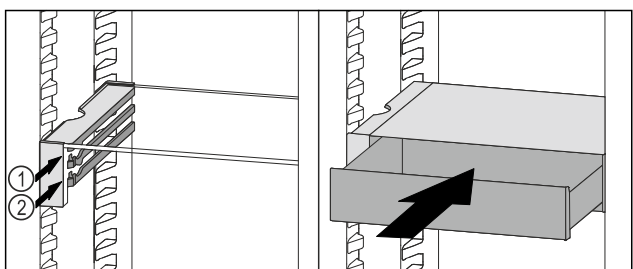

Fig. 129
- ▶ Posizionare il cassetto VarioSafe dietro i tappi sulla nervatura desiderata Fig. 129 (1) o Fig. 129 (2).